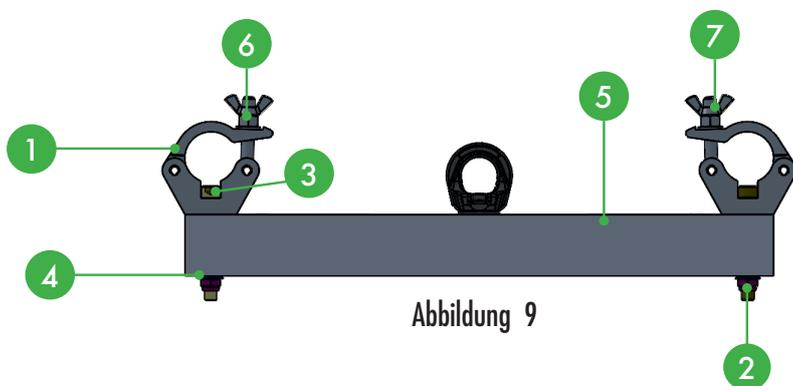

Abbildung 9
Der Wechsel zwischen den Montage-Varianten erfolgt durch Umsetzen der angeschraubten Traversenschellen (1). In Abbildung 9 sind die einzelnen Bestandteile zum Umbau der LT2-x beschrieben.